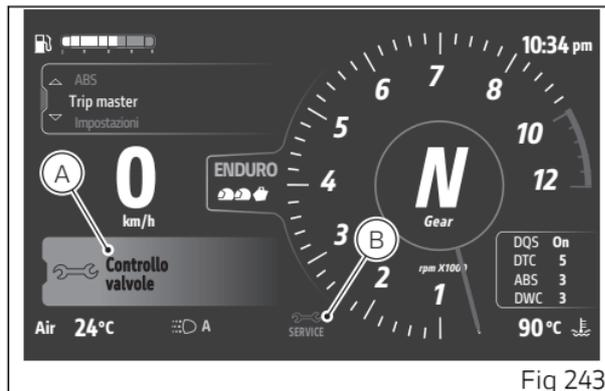
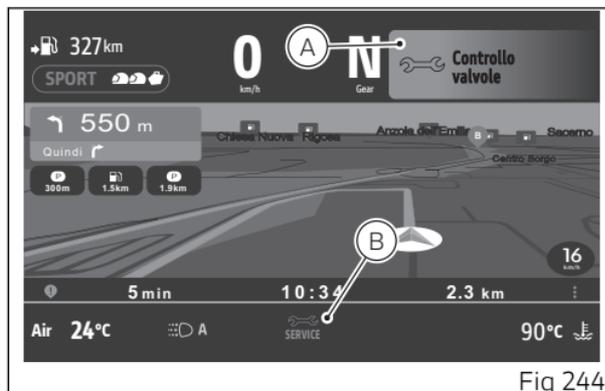

Fig 243
Fig 244
Gli avvisi delle scadenze dei tagliandi vengono visualizzati in 2 modalità: grande (A) e piccola (B). Nelle figure qui riportate sono indicate le rispettive posizioni nella schermata principale (Fig 243) e nella schermata Ducati Connect (Fig 244).